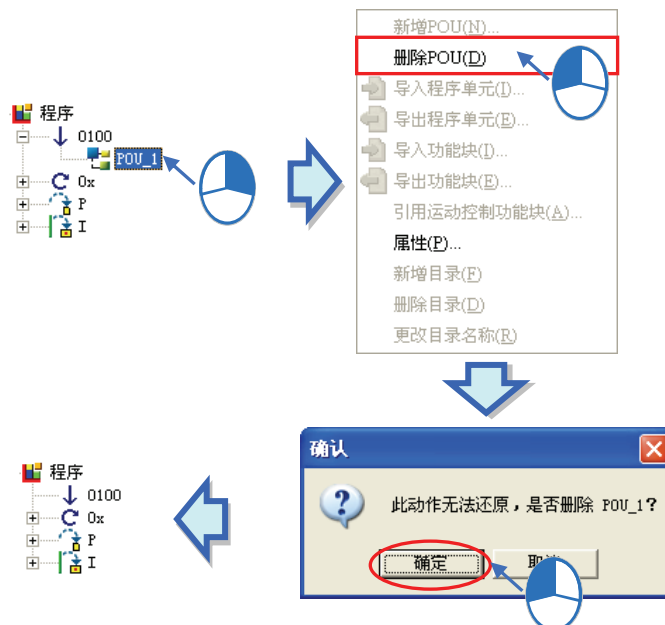

图 13-15 删除 O100 程序 POU
需要删除某个 O100 程序 POU 时，于欲删除的项目上按下右键，于快捷选单点选「删除 POU (D)」，于确认窗口按下「确定」后，即删除此 POU，如图 13-15。